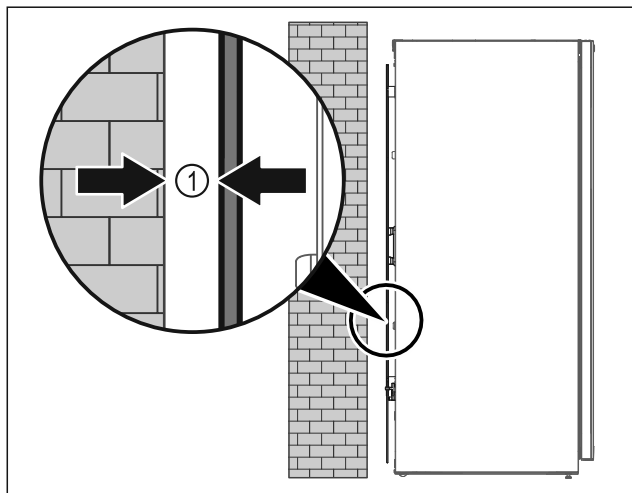

Fig. 5
- ▶ Uređaj je moguće postaviti ili slobodno u prostoriji ili izravno na zid na najmanjoj udaljenosti od 5 mm Fig. 5 (1).